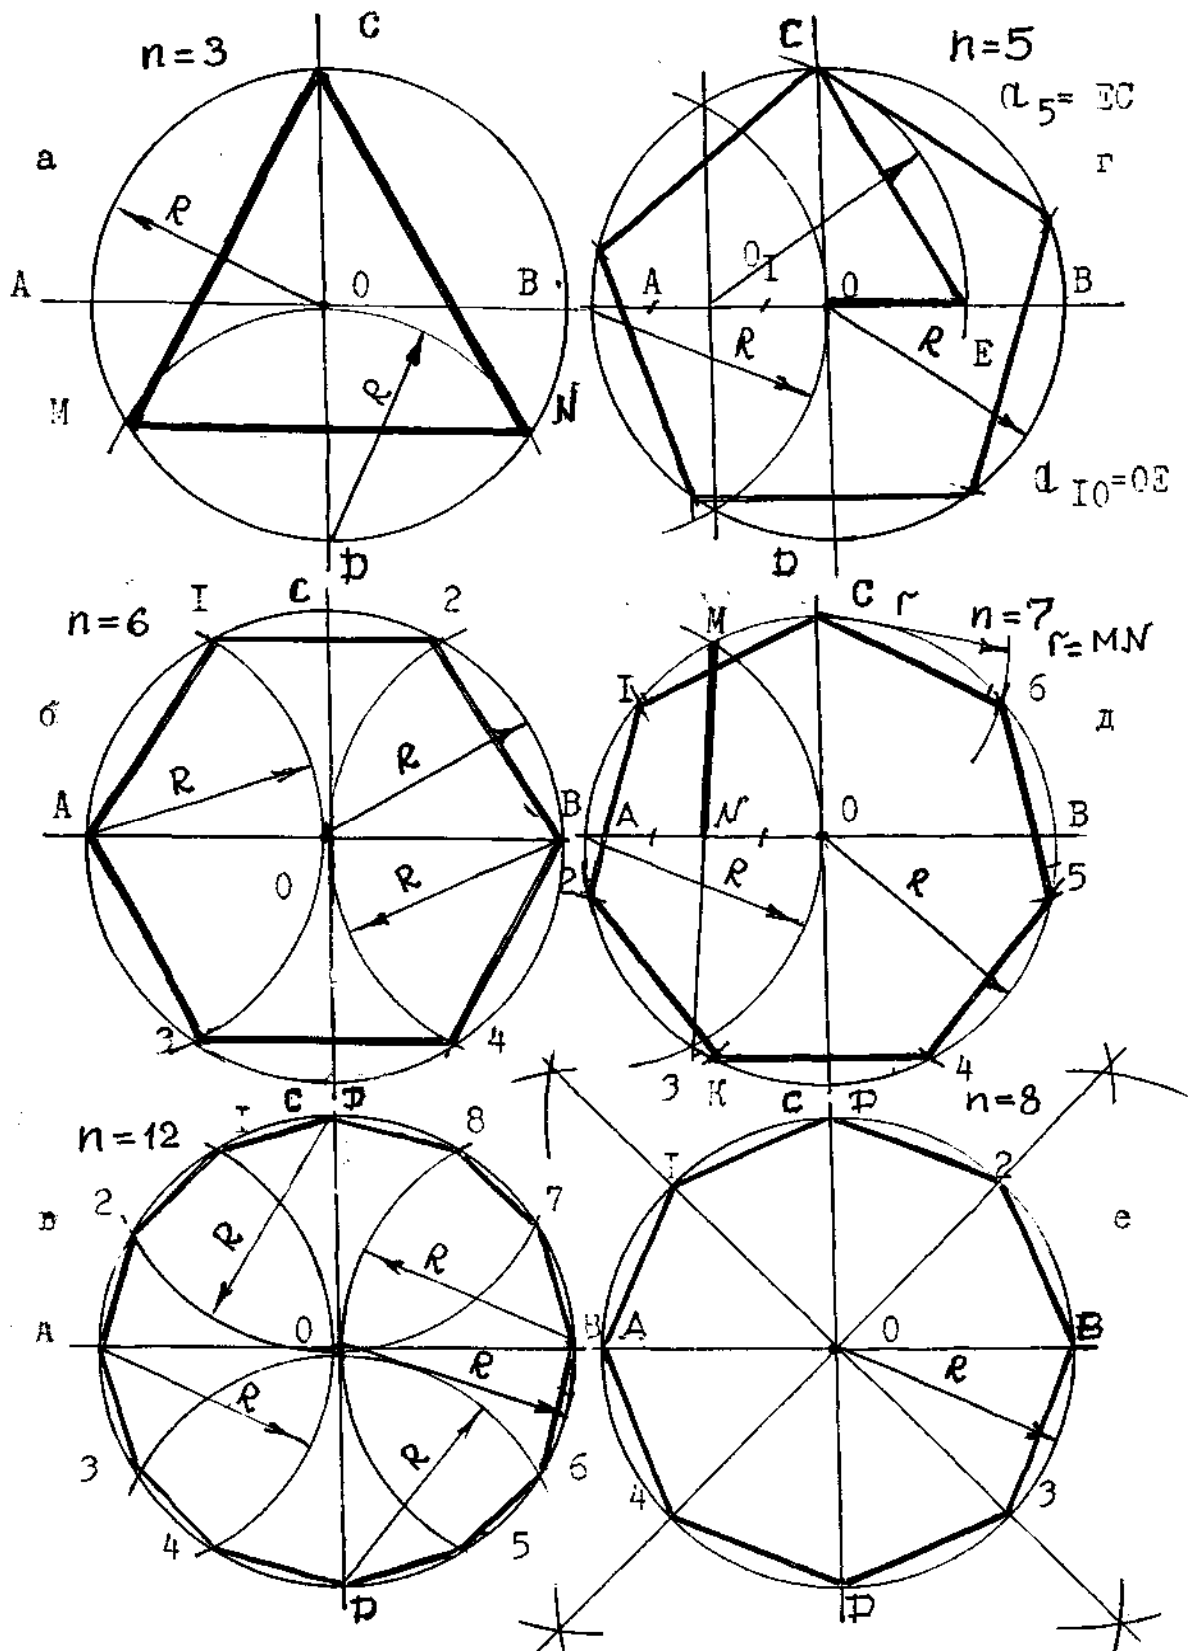

Рис. 22. Деление окружности: а – на 3 части; б – на 6 частей;
Деление окружности на равные части представлено на рис. 22
- ❖ **На три равные части** окружность делится точками C, M, N . Их можно получить, если из точки D провести дугу радиусом окружности до пересечения с окружностью в точках M и N . Соединяя точки M, N и C , получим правильный вписанный треугольник (рис. 22, а).
- ❖ **На шесть равных частей** можно разделить окружность, если из точек A и B горизонтального диаметра радиусом окружности провести дуги, пересекающие окружность в точках $1, 2, 3, 4$. Соединяя точки деления между собой и с A, B , получим правильный вписанный шестиугольник (рис. 22, б).
- ❖ **На двенадцать равных частей** можно разделить окружность, если из точек A, B, C, D горизонтального и вертикального диаметров провести дуги, пересекающие окружность в точках $1, 2, 3, 4, 5, 6, 7, 8$. Соединив точки деления между собой и с A, B, C, D , получим правильный вписанный двенадцатиугольник (рис. 22, в).
- ❖ **На пять и десять равных частей:** радиус AO делят на две равные части точкой O_1 . С центром в точке O_1 проводят дугу радиусом, равным отрезку O_1C . Эта дуга пересекает горизонтальный диаметр окружности в точке E . Отрезок EC даёт величину стороны правильного вписанного пятиугольника, а отрезок EO равен стороне вписанного десятиугольника (рис. 22, г).
- ❖ **На семь равных частей** можно разделить окружность, если разделить радиус окружности AO пополам, то половина хорды KM будет равна стороне вписанного семиугольника. (рис. 22, д).
- ❖ **На восемь равных частей** можно разделить окружность, если дуги между точками A и C, B и C разделить пополам. Соединяя точки деления, получим правильный вписанный многоугольник (рис. 22, е).